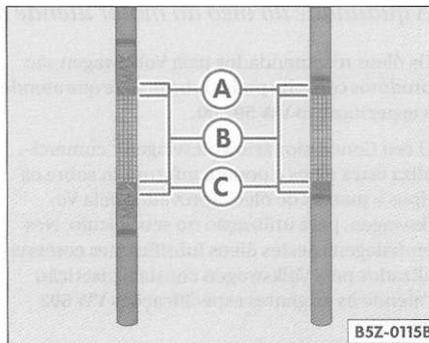

Fig. 98 Vareta de medição do nível do óleo com marcas do nível
- Retire novamente a vareta do óleo, controle o nível do óleo => fig. 98 e reabasteça o óleo do motor, se necessário => Página 155, "Reabastecimento de óleo do motor
Se o nível do óleo se situar na área => fig. 98 não deve ser feito o reabastecimento de óleo => <>•
• Se o nível do óleo se situar acima da área => Página 154, fig. 98, não dê apartidano motor- perigo de danos no catalisador e no motor! Contate um Concessionário Volkswagen®.
- Assim que o nível do óleo atingir pelo menos a área © => Página 154, fig. 98, feche cuidadosamente a tampa do bocal de abastecimento.
Se o nível do óleo estiver acima da área @ => Página 154, fig. 98, não dê a partida no motor - perigo de danos no catalisador e no motor! Contate um Concessionário Volkswagen®.
O nível do óleo não pode estar, em hipótese alguma, acima da área @ => Página 154, fig. 98. Caso contrário, pode ser aspirado óleo através da ventilação do cárter, sendo lançado na atmosfera pelo sistema de escape. ^